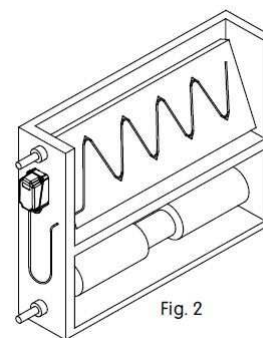

Fig. 2
- Installer le thermostat comme indiqué fig. 2